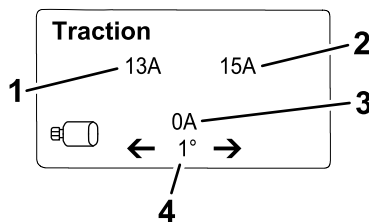

Figura 22
- **Pantalla de información de tracción**  (Figura 22): muestra el ángulo de dirección actual y el amperaje asignado a cada motor de tracción.